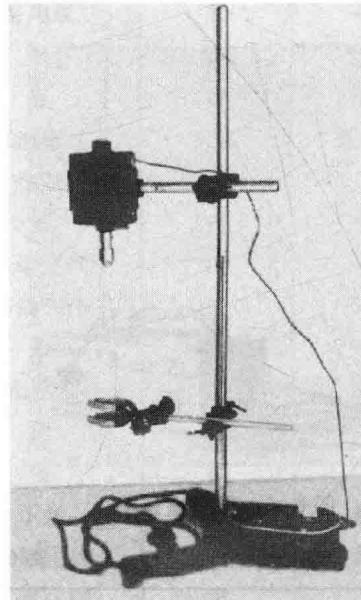

图 0-5 电动搅拌器
(2) 电动搅拌器 由机座、电动机、调速器三部分组成,如图 0-5。电动机主轴配有搅拌扎头,旋紧螺旋,可以紧紧地扎住连接搅拌器的玻璃棒。使用时,转动调速器旋钮,逐渐加速至符合要求的转速为止,不要一下子开至高速挡。搅拌速度不宜太快,避免液体飞溅出来。关闭时也应注意逐渐减速直至停止。